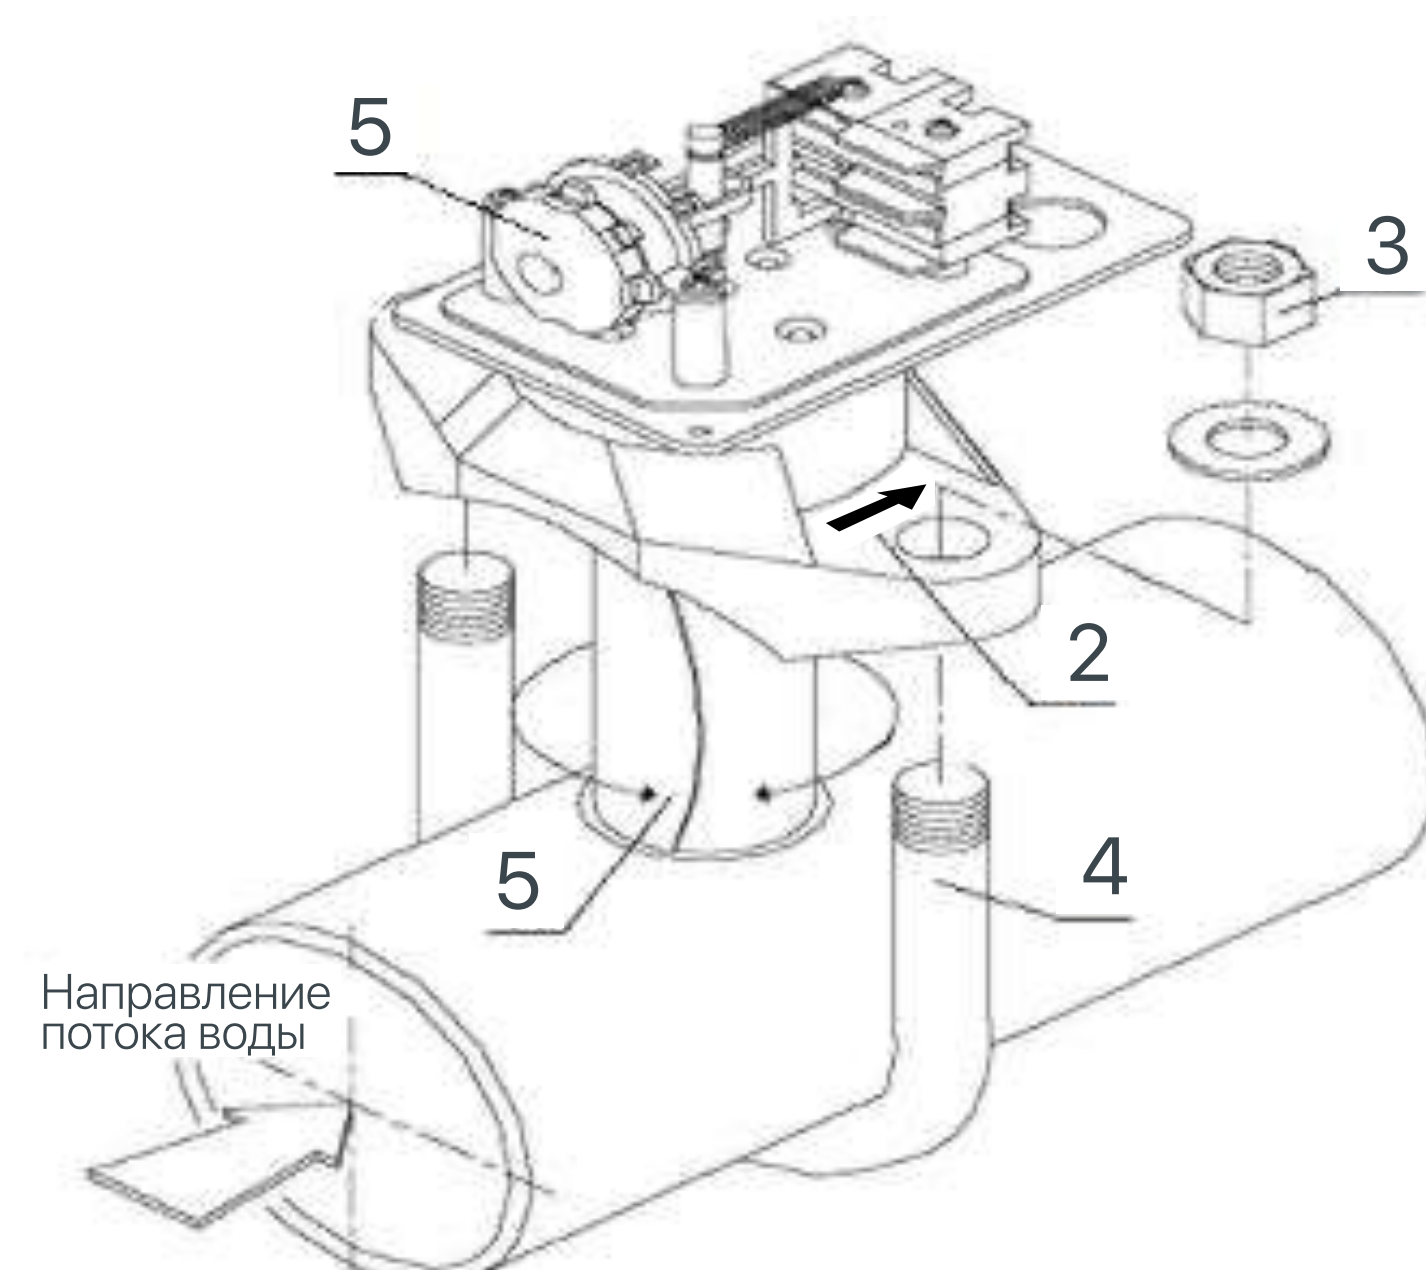

Рисунок 4
4.1.10 Поверните лопасть поз.1, рисунок 4 в направлении против потока воды, Вставьте лопасть в отверстие, таким образом, чтобы направление потока воды совпадало с направлением стрелки на корпусе поз. 2, рисунок 4.
4.1.11 Установите скобу корпуса поз.4, рисунок 4 и затяните попеременно гайки поз.3, рисунок 4 с окончательным моментом затяжки 60 Н•м. Лопасть не должна соприкасаться с внутренней поверхностью трубы или задерживаться на каком-либо препятствии.